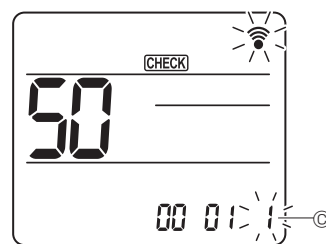

Fig. 6-19
- ④ Sélection du numéro de réglage
Utilisez la touche [DOWN] pour changer le numéro de réglage (C). (Fig. 6-19)